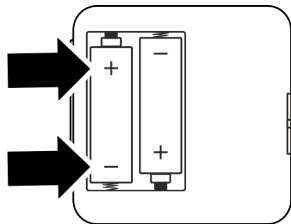

Abb. 5: Batterie einlegen
3. Die 2 Alkalibatterien vom Typ 1,5 V AA LR6 mit richtiger Polung (Abb. 5) in den Gehäusedeckel einlegen.
5. Die 2 Alkalibatterien vom Typ 1,5 V AA LR6 mit richtiger Polung (Abb. 5) in den Gehäusedeckel einlegen.